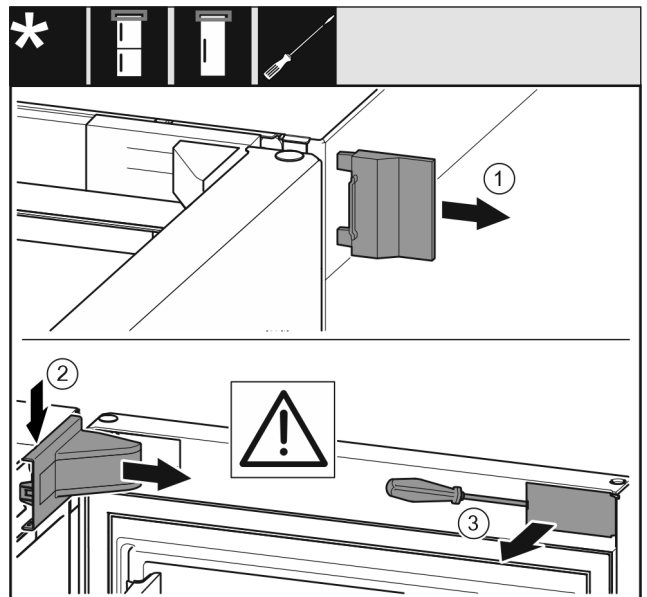

Fig. 7
- Hiqni kapakun mbulues të jashtëm Fig. 7 (1).
- Nxirrni nga foleja kapakun mbulues të bazamentit mbështetës Fig. 7 (2) dhe hiqeni.
- Nxirrni nga foleja panelin mbulues Fig. 7 (3) me një kaçavidë me kokë petë dhe shtyjeni anash.